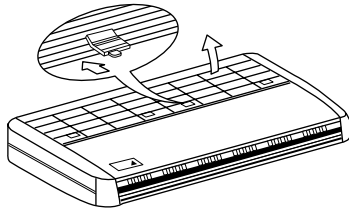

Fig. 3
- Desloque para trás os botões de fixação da grelha de sucção (2 partes) (na direcção da seta) e abra bem a grelha de sucção. (Consulte a Fig. 3)